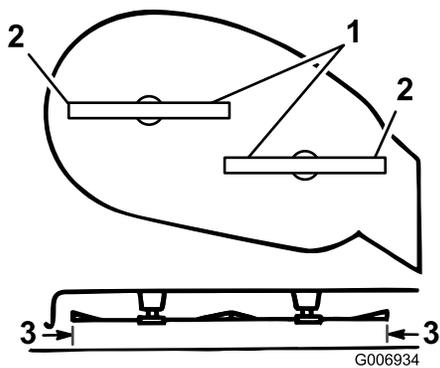

Figura 47
5. Gire cuidadosamente las cuchillas colocándolas perpendicularmente al sentido de avance de la máquina (Figura 47).
6. Mida entre los bordes de corte exteriores y la superficie plana (Figura 47). Si hay una diferencia de más de 5 mm entre ambas dimensiones, ajústelas; consulte los pasos 7 a 10.